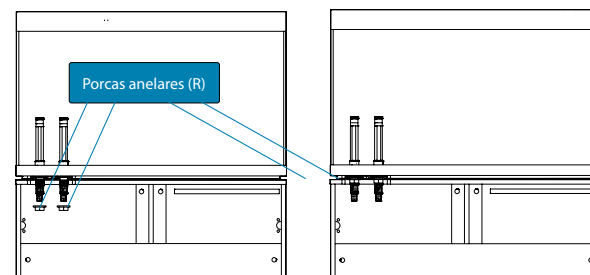

Fig. 3
3. Abra o móvel. Enrosque e aperte a porca anelar (R) na extremidade inferior da haste (A) (Fig. 3).
4. Insira o bocal de saída (N) numa das extremidades da haste de saída (B).
3. Abra o móvel. Enrosque e aperte a porca anelar (R) na extremidade inferior da segunda haste (A) (Fig. 3).